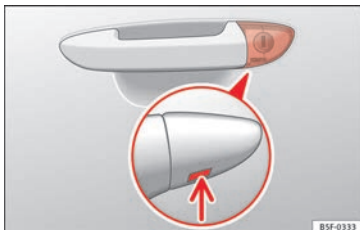

Fig. 196 Maneta de la puerta del conductor: Bombín de cierre oculto.
- Introduzca el espadín en la abertura de la tapa de la maneta de la puerta del conductor desde abajo » **fig. 196** (flecha) y retire la tapa de abajo hacia arriba.